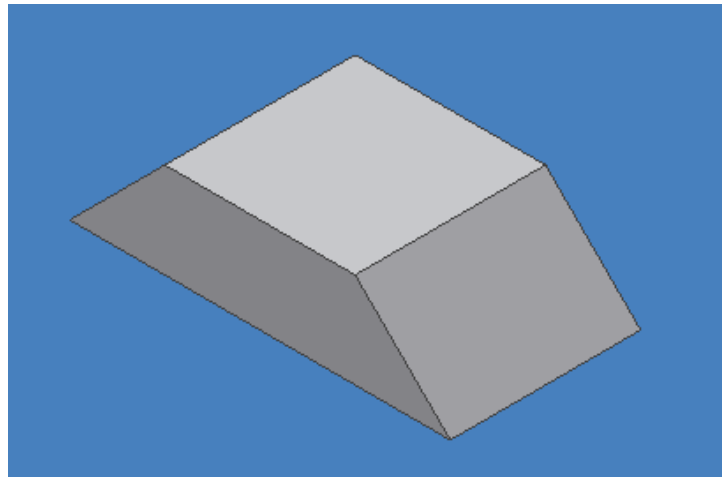

Figura 3.62 Resultado final de *FIXED PLANE* a un ángulo de 45°.
- Ahora, inmediatamente seleccione las caras del costado de su solido para generar la operación y presione OK para finalizar, figura 3.62.